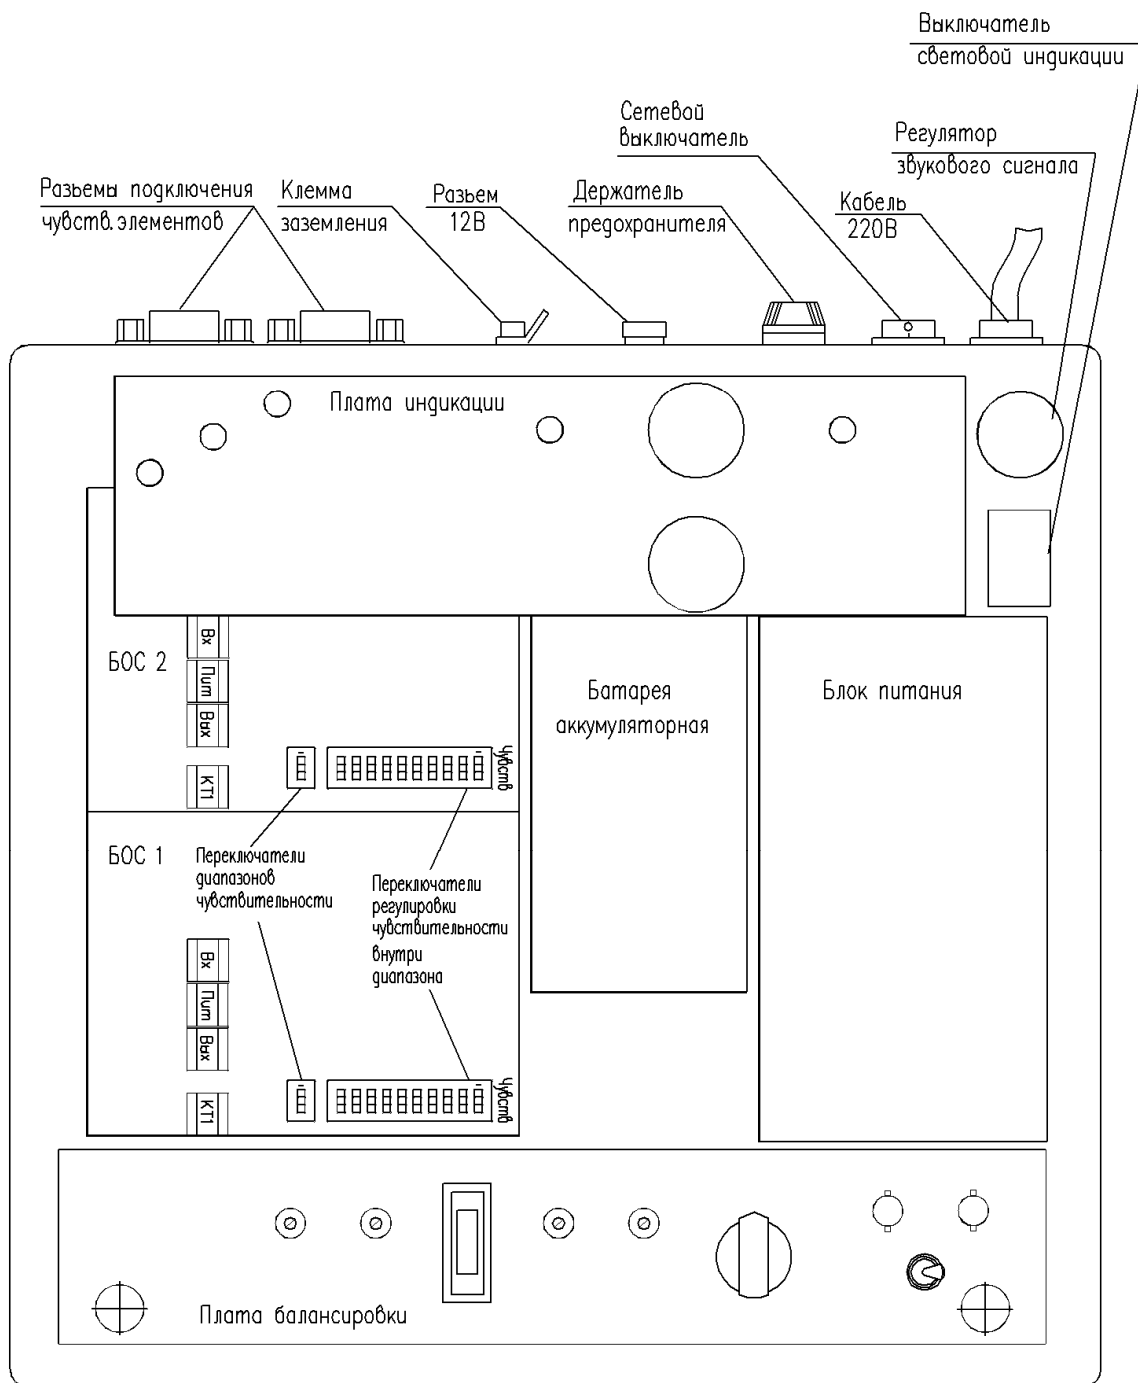

Рис.2. Расположение элементов в корпусе пульта управления
8.10.2. Каждый БОС имеет переключатель диапазонов чувствительности и переключатель регулировки чувствительности внутри диапазона (см. рис. 2).